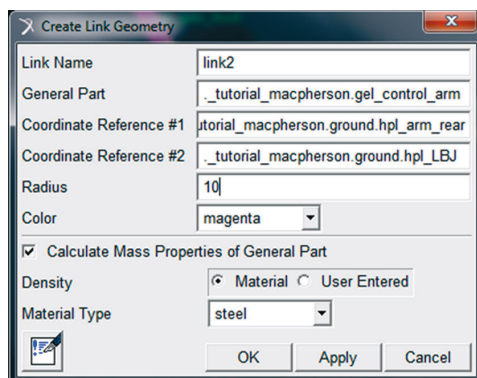

Figura 4.21 – Criação do Link 2.
- Repetir o mesmo procedimento relatado anteriormente para construção do *Link* 2, o qual terá em suas extremidades os *Hardpoints* *hpl\_arm\_rear* e *hpl\_LBJ*. A Figura 4.21 ilustra os campos da janela *Create Link Geometry* preenchidos para construção do *Link* 2.